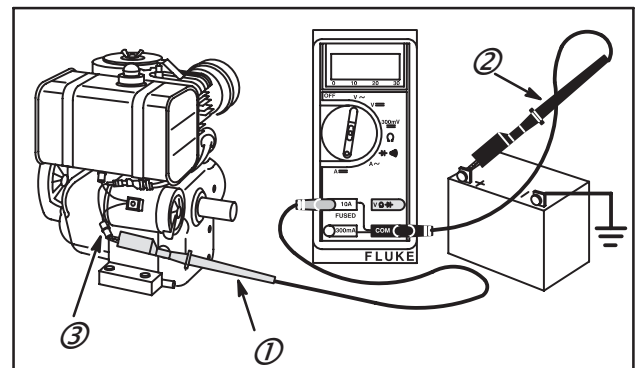

Fig. 32
1. Introduire le fil ROUGE (1) du contrôleur dans la borne 10 Ampères du contrôleur.
2. Introduire le fil NOIR (2) du contrôleur dans la borne COM du contrôleur.
4. Fixer la pince du fil ROUGE du contrôleur à la borne de sortie C.C. sur le connecteur de sortie ROUGE du régulateur-redresseur (3), Fig. 32.